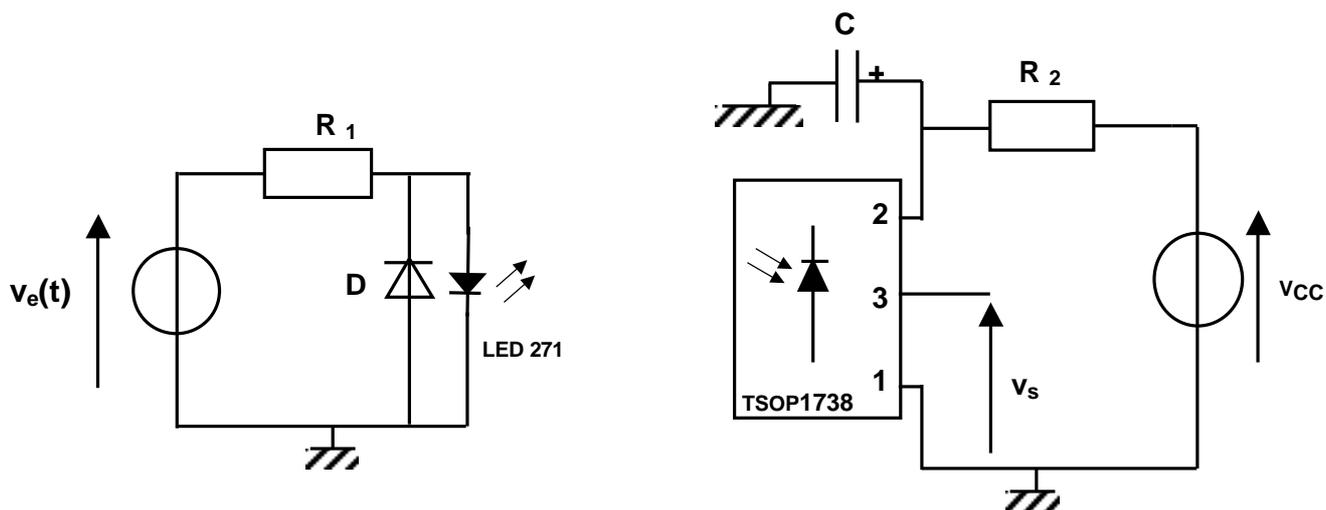

Figure11 : émetteur et récepteur infrarouge
2. Réaliser le montage de la figure 11.